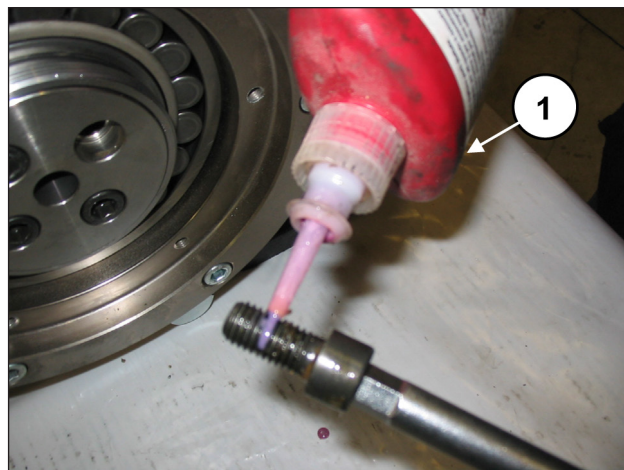

Fig. 87
Aplique o LOCTITE 243 nas roscas dos parafusos M12x25 (pos. ①, Fig. 87).